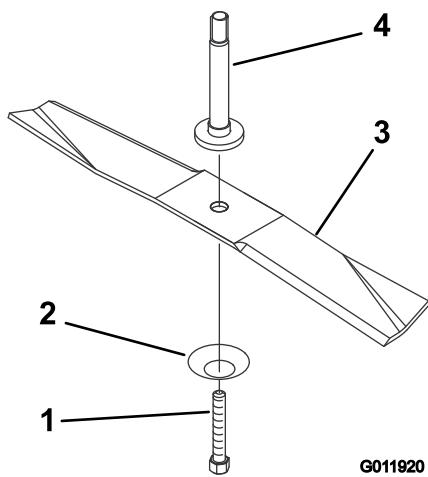

Figura 25
3. Retire el perno, la arandela curva y la cuchilla (Figura 25).